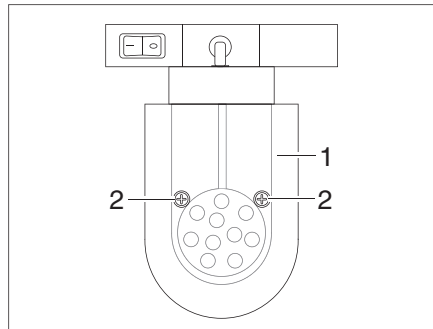

Fig. 294 Spot DEL (coulissant)
- Desserrer les vis de fixation (Fig. 294,2).
- Retirer prudemment le verre de lampe (Fig. 294,1).